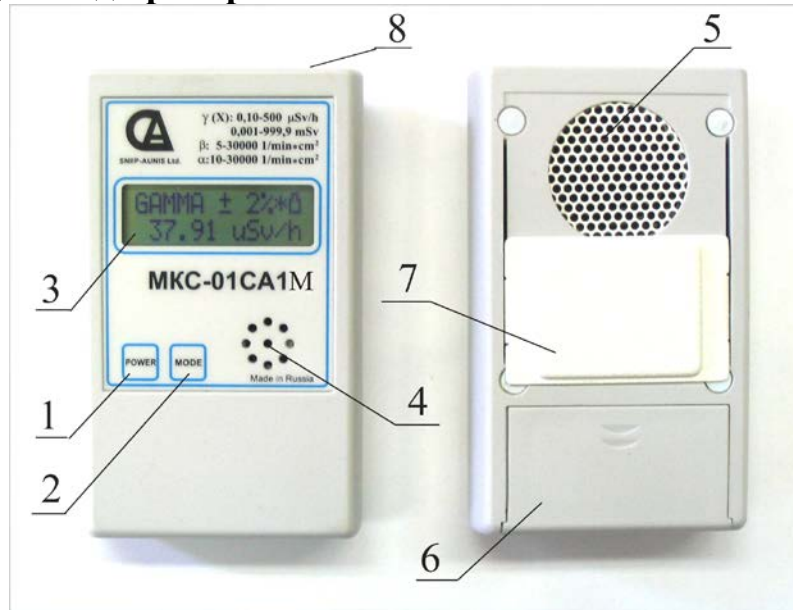

Рис. 1. Общий вид прибора МКС-01СА1М
- снять крышку отсека питания (Поз.6 на Рис. 1);
- закрыть рабочую поверхность детектора, сдвинув передвижной экран (Поз.7 на Рис. 1) в верхнее положение;
- при работе с внешним источником питания подключить к разъёму прибора (Поз.8 на Рис.1) выходной штекер сетевого адаптера со стабилизированным выходным напряжением 3 В.
- закрыть входное окно детектора, сдвинув экран (см. Рис.1) в верхнее положение;
Закрывать входное окно детектора, сдвинув экран (см. Рис.1) в верхнее положение. Включить питание прибора (однократно нажать и отпустить кнопку «**POWER**»). Прибор измеряет интегральную дозу гамма-излучения с момента включения прибора только в режимах «**GAMMA**» или «**DOSE**». Дисплей прибора в режиме «**DOSE**» показывает значение накопленной дозы в виде четырех значащих цифр с плавающей запятой с указанием единицы измерения «миллизиверт»: «**X.XXX mSv**».